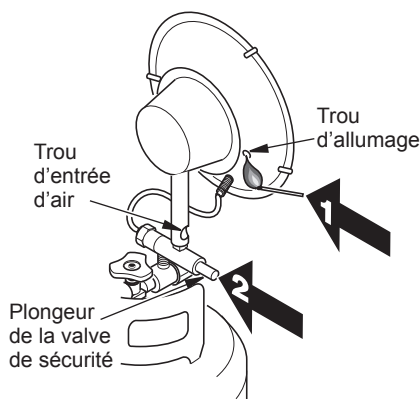

Figure 3
3. Repérer le trou d'allumage sur le dessus du brûleur (voir fig. 3). Tenir une allumette enflammée sous le trou d'allumage. Enfoncer le plongeur de la valve de sécurité (voir fig. 3). Le brûleur doit s'allumer. La grille du brûleur devient rouge lorsqu'il est allumé. Une fois le brûleur allumé, continuer à maintenir enfoncé le plongeur de la valve de sécurité pendant 10 à 30 secondes, jusqu'à ce que l'appareil de chauffage reste allumé.